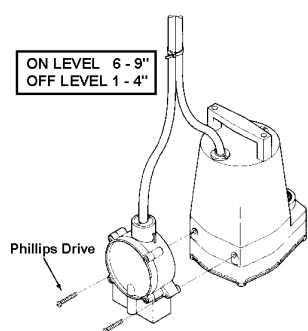

Figure 1.
1. For installation on the Little Giant® 5-MSP pump, refer to Figure 1. Attach the RS-5 directly to the 5-MSP housing using the two Phillips drive screws provided, as shown in Figure 1. Use the cable ties provided to secure the power cords together. To ensure proper operation of pump and switch, place pump on a solid surface in water at least 1" deep.
1. Pour installer l'appareil sur une pompe 5-MSP Little Giant®, se référer à la Figure 1. Fixer directement le RS-5 à l'enveloppe de la 5-MSP à l'aide de deux vis Phillips tel qu'illustré à la Figure 1. Rassembler les cordons d'alimentation à l'aide des attaches de cordons fournies. Pour que la pompe et l'interrupteur fonctionnent correctement, placer la pompe sur une surface solide, dans l'eau, à une profondeur d'au moins 2,5 cm (1 po).